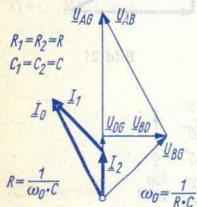

Bild 24
**Bild 24** zeigt hierzu das Zeigerdiagramm. In den **Bildern 25** und **26** sind die Zeigerdiagramme für  $\omega = 0,5 \cdot \omega_0$  und  $\omega = 2 \cdot \omega_0$  dargestellt.